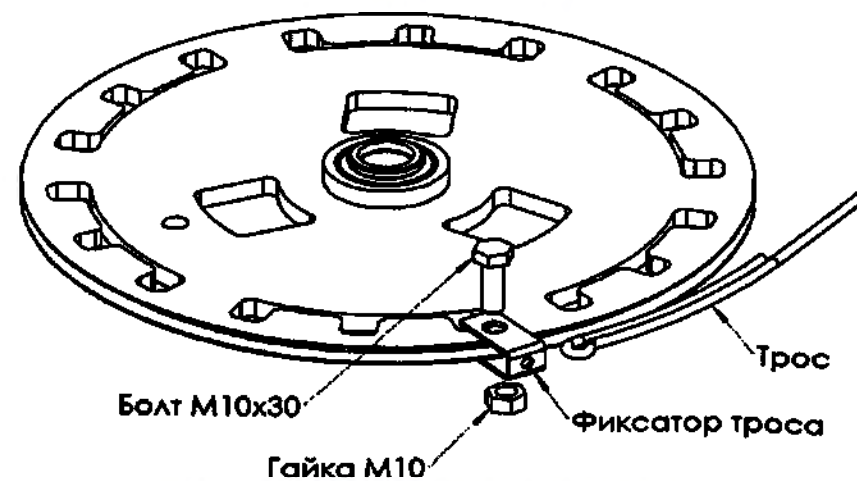

Рис. 3 Установка троса на эксцентрик
- трос завести в каналы шкивов, концы тросов установить в фиксаторах на эксцентриках, зафиксировать болтом M10x30 (Рис.3).